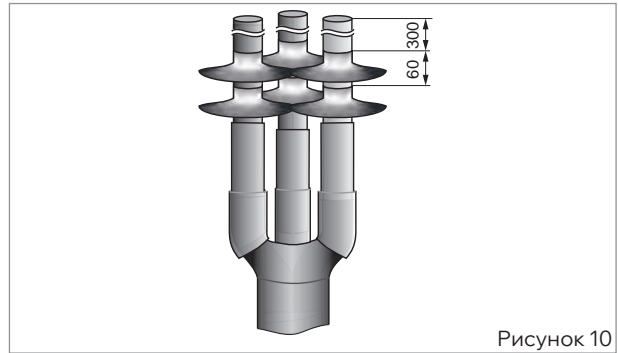

Рисунок 10
■ при монтаже концевой муфты серии КНтп-10 после усадки трекингостойкой трубки надеть на каждую жилу кабеля по два термоусаживаемых изолятора с интервалом 60 мм между изоляторами и усадить, начиная с изолятора, надетого первым (рис. 10).